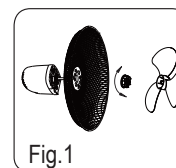

Fig.1
2. Verwijder de waaierbout en plastic moer door de waaierbout rechtsom te draaien (of neem de waaierbout uit het zakje) en draai de plastic moer linksom. Plaats het achterste beschermrooster in de juiste positie (hendel naar boven) en draai de plastic moer vast. (Afb. 1).